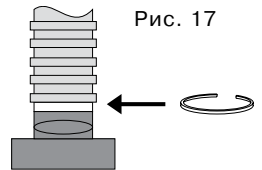

Рис. 17
7. Если Ваша вытяжка будет работать в режиме отвода воздуха в вентиляционную шахту, оденьте один конец гибкого воздуховода (в комплект поставки не входит) на переходной фланец (рис. 17) место стыковки переходного фланца с воздуховодом промажьте герметиком, а сам воздуховод закрепите на переходном фланце с помощью хомута (в комплект поставки не входит и приобретается отдельно). Второй конец гибкого воздуховода соедините с вентиляцион-